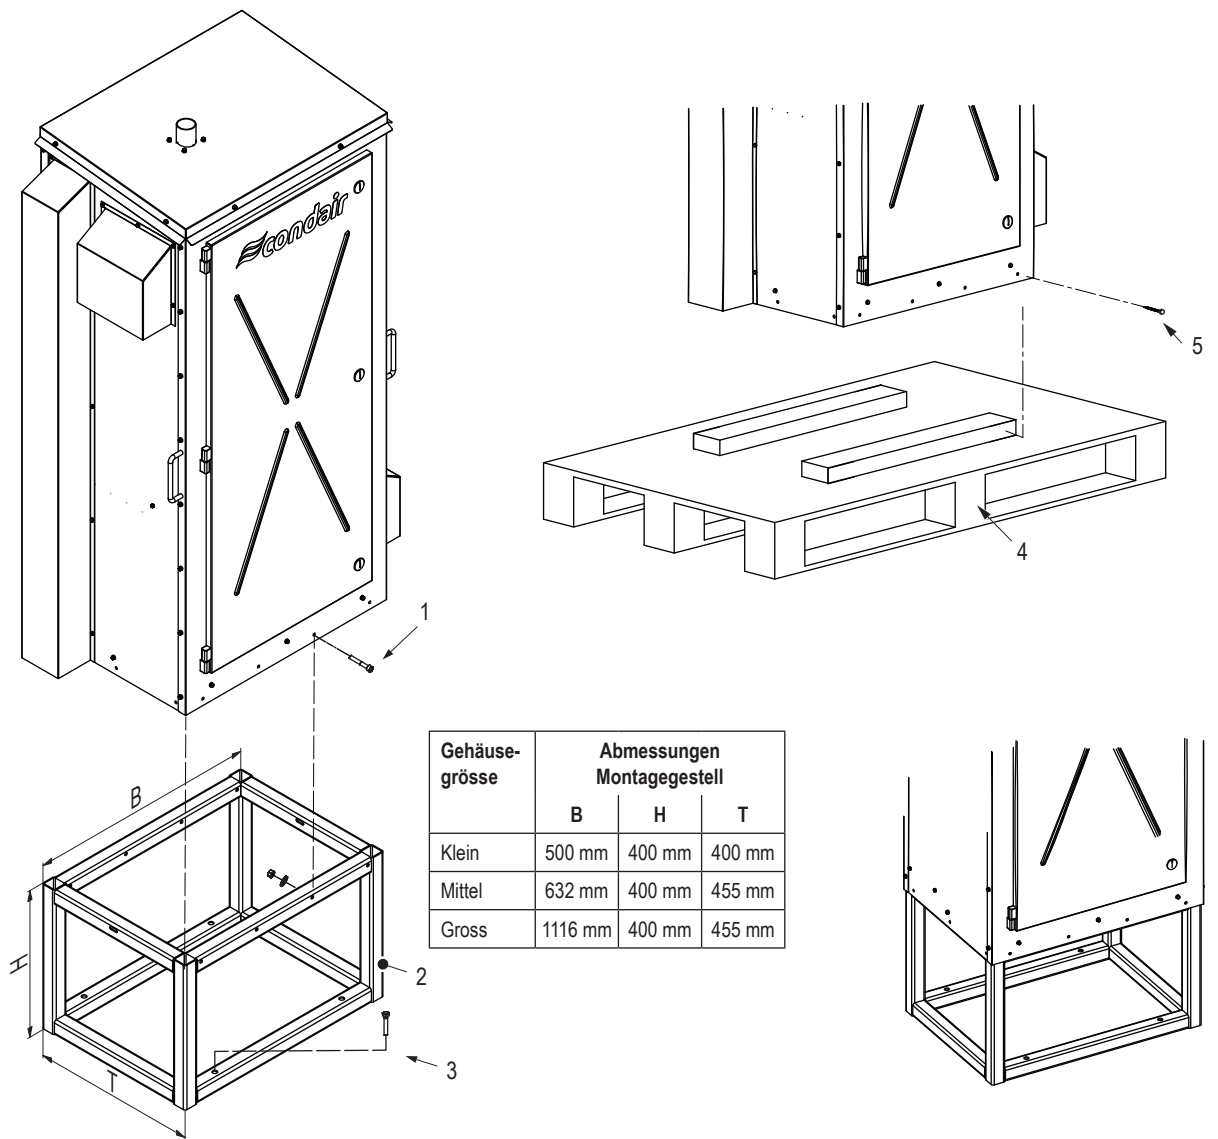

Abb. 11: Installation auf einem Montagegestell
3. Installieren Sie das Montagegestell und befestigen Sie es mit geeigneten Ankerbolzen (nicht im Lieferumfang enthalten) sicher am Boden bzw. auf dem Dach. Siehe Abb. 11.